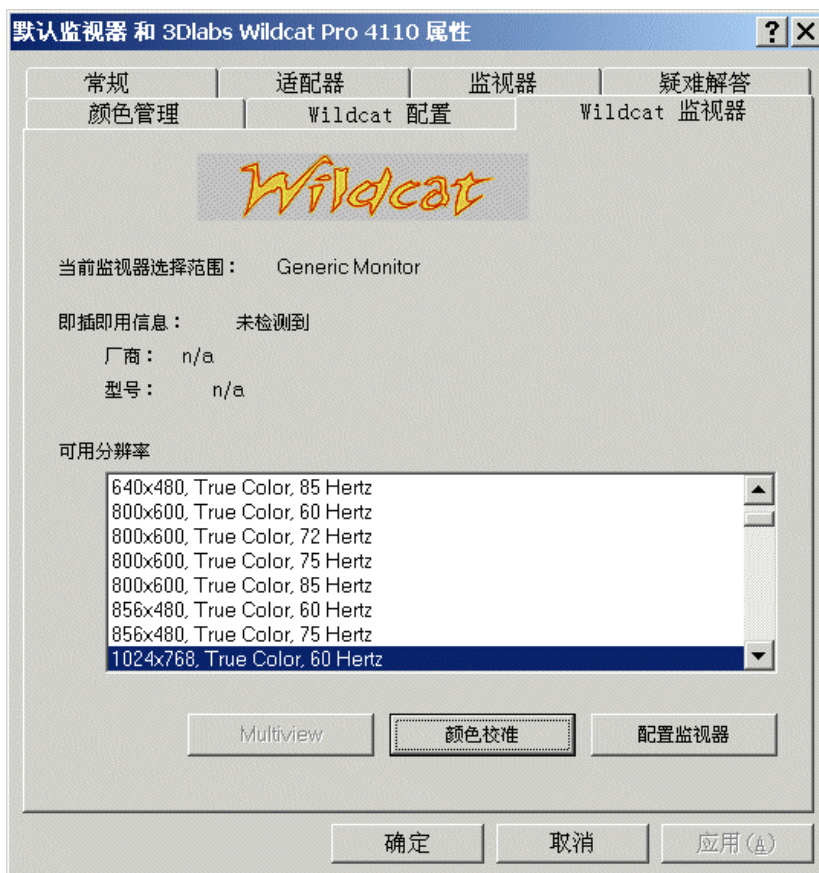

图 7. 3Dlabs 监视器选项卡
1. 在“显示属性对话框”内，单击“3Dlabs 监视器”选项卡（见图 7）。该选项卡内包含用于调整分辨率、颜色深度和刷新率的命令。如果您需要有关打开“显示属性”对话框的指导，请参见“3Dlabs 配置选项卡”下的步骤。